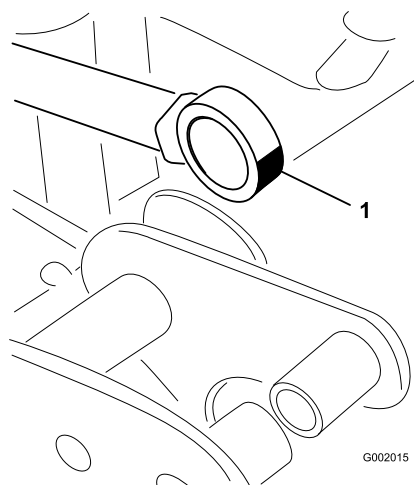

Figure 38
5. Manipulez le côté roulement de la tige d'actionneur et appliquez de la graisse dans le roulement (Figure 38). Essuyez tout excès de graisse.